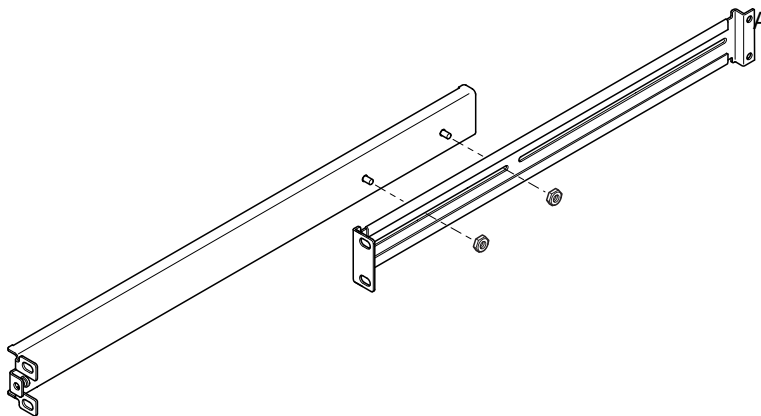

FIGURE 2-2 Placement des supports guidés pour un châssis Sun StorEdge de 72 pouces de hauteur
1. Placez les deux parties du guide de façon à ce que la patte à angle double (A) soit correctement positionnée pour le châssis.
- Pour le châssis Sun StorEdge de 72 pouces de hauteur (19 pouces de largeur), la patte à angle double (A) doit se trouver à l'arrière (voir la FIGURE 2-2).